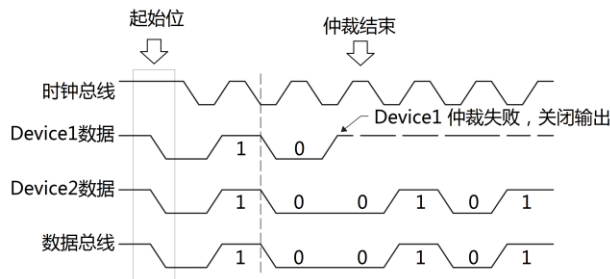

图 9.21 总线仲裁过程
- 2) 争夺总线的过程如图 9.21 称为仲裁，基本规则就是，谁打算与地址小的从机通信，谁占总线。Device1 打算与 101xxx 地址的器件通信，而 Device2 打算与 100xx 地址的器件通信。当两者竞争到箭头位置时，Device1 释放总线，而总线却被 Device2 拉低，则 Device 1 竞争失败，Device 1 应变为高阻状态退出总线竞争。有人要问，Device 1 不退出竞争怎么办？这属于“无赖”，任何 Device 不遵守规则，通信都无从谈起。